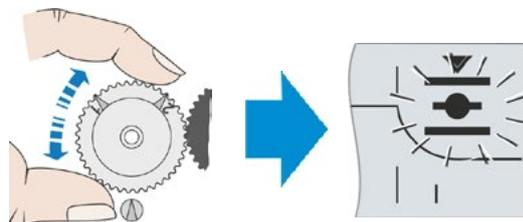

Fig. 6: Rotazione della ruota centrale in posizione centrale fino al lampeggio del simbolo della posizione di fine corsa
8. Solo per gruppo di ingranaggi di segnalazione: ruotare la ruota centrale sul gruppo ingranaggi di segnalazione in posizione centrale; le marcature 1 e 2 sono rivolte verso l'alto e il simbolo della posizione di fine corsa selezionata lampeggia (fig. 6).